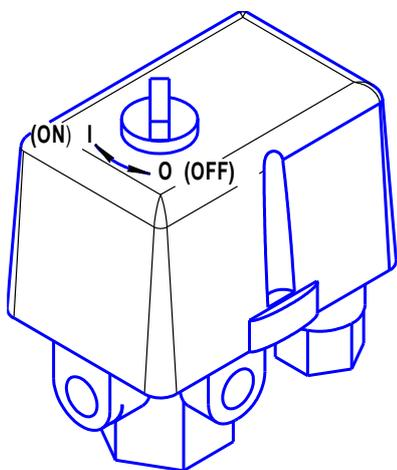

Рисунок 2
- 1 Проверьте, чтобы выключатель на прессостате находился в выключенном положении "0" или "OFF", в зависимости от исполнения (см. рисунок 2).
- 1 Выключить компрессор выключателем на прессостате. Для этого необходимо переключить выключатель в положение "0" или "OFF", в зависимости от исполнения (см. рисунок 2). После этого остановится электродвигатель и произойдет сброс давления из нагнетательного воздухопровода и поршневого блока.
- 1 Переключите выключатель на прессостате в положение "0" или "OFF", в зависимости от исполнения (см. рисунок 2).